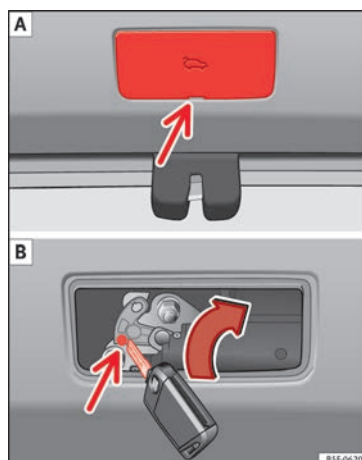

Fig. 7 Particolare del bagagliaio: accesso al dispositivo di sblocco di emergenza.
- Estrarre lo sportellino inserendo un cacciavite nella fessura » » **fig. 7 A.**
- Introdurre la chiave nel foro apposito e ruotarla nel senso della freccia fino a liberare il fermo » » **fig. 7 B.**